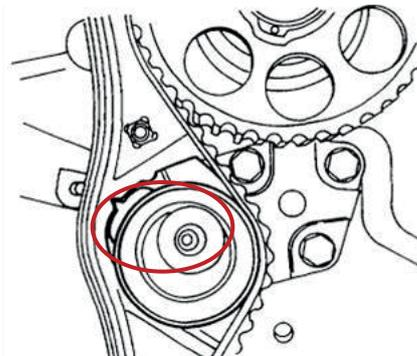

FIG. 9
6. Amener le pointeur du galet tendeur jusqu'à l'encoche de la patte du tendeur en tournant la pompe à eau dans le sens inverse horaire, avec l'outil de réglage spécifique (Fig. 9).